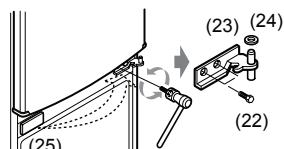
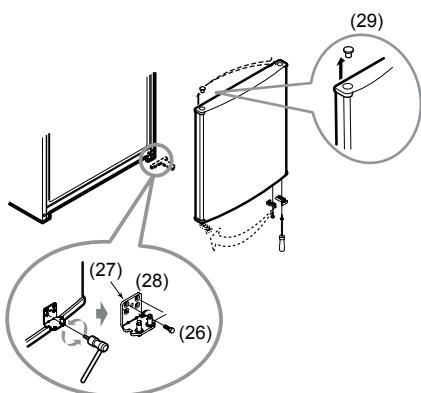

Рис. 7
Рис. 8
- Снимите центральную дверную петлю (23) рис. 7, открутив болты (22) рис. 7 шестигранником на 5мм;
- Заглушку (25) рис. 7 зафиксируйте с противоположной стороны холодильника;
- Снимите шайбу (24) рис. 7 с центральной петли (23) рис. 7. При последнюю - щей установке установите шайбу на верхний штырь петли;
- Снимите нижнюю дверную петлю (27) рис. 8, открутив винты (26) рис. 8 открутите стержень (28) рис. 8 и зафиксируйте его с противоположной стороны петли (27) рис. 8 используя ключ на 6 мм;
- Снимите заглушку (29) рис. 8 в верхней части двери морозильного отделения и установите с противоположной стороны;
- Установите нижнюю дверную петлю (27) рис. 8 морозильного отделения, далее дверь морозильного отделения, центральную дверную петлю (23) рис. 7 холодильного отделения, дверь холодильного отделения, верхнюю дверную петлю (19) рис. 6, подключите соединительный кабель (9) рис. 2, установите крышку (13) рис. 4 (11) рис. 3 и (7) рис. 2 в обратной последовательности.